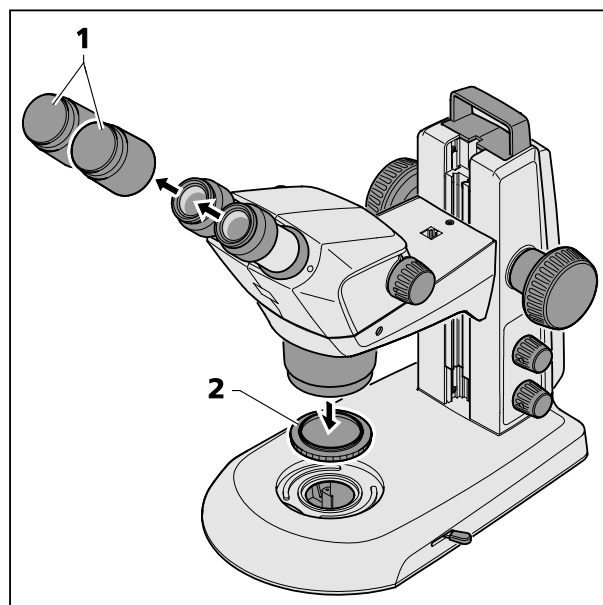

図 9 キャップの取り外し
- 接眼レンズ (図 9/1) から保護キャップ 2 個を外し、対物レンズ (図 9/2) から保護キャップを外します。